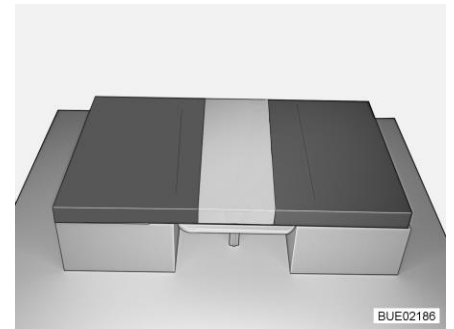

Bild 106 Nach dem Umbau
- Ein Rückenpolster zwischen die Sitzpolster auf den Tisch legen (siehe Bild 106).